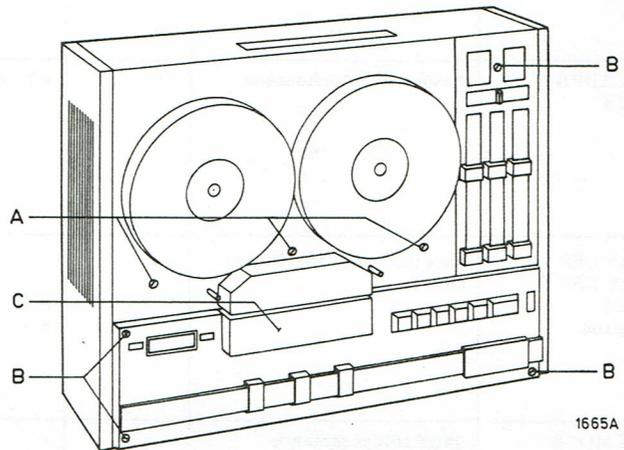
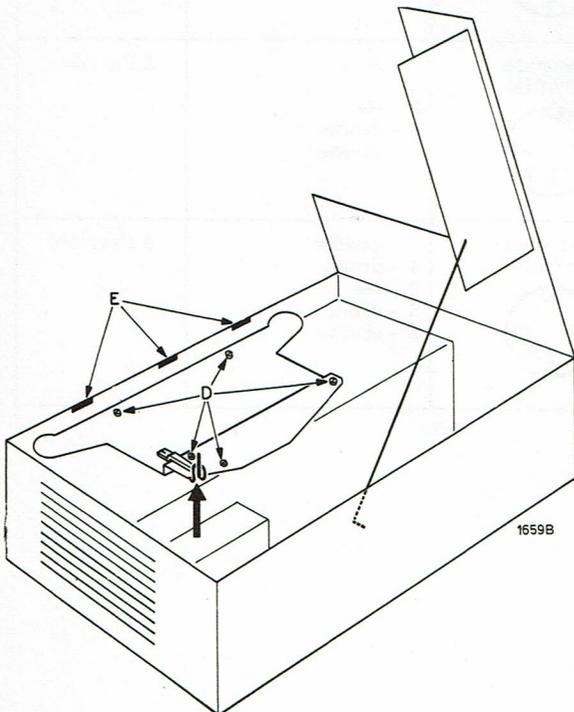

Fig. 1
Fig. 2
DEMONTAGE DE L'APPAREIL (voir fig. 1, 2 et 3).
- La plaque de couverture noir peut être enlevée en retirant les 3 vis A. Pour remplacer les têtes, le galet presseur etc., retirer également le capuchon avant de tête C (voir fig. 1). Pour éviter la vibration de la plaque de couverture, l'enjoliveur arrière est muni de trois barrettes en caoutchouc E. Ces barrettes doivent rester en place lorsque la plaque de couverture est remise en place (voir fig. 2).
- Après avoir retiré les 4 vis B, tout le panneau amplificateur peut être coudé vers la droite (d'abord soulever légèrement le panneau). Le panneau coudé peut être fixé à l'aide du crochet sur la plaque de fond du boîtier. A cette fin, ce crochet est fixé dans le trou ménagé dans la plaque de refroidissement des transistors de sortie (voir fig. 2). Le mécanisme reste relié au panneau amplificateur au moyen d'un faisceau de câbles, de sorte que l'appareil fonctionne normalement. Après avoir sorti le panneau du boîtier, détacher la fiche située du côté latéral du mécanisme. En outre, défaire les connexions de haut-parleur et d'alimentation (connexions enfichables).